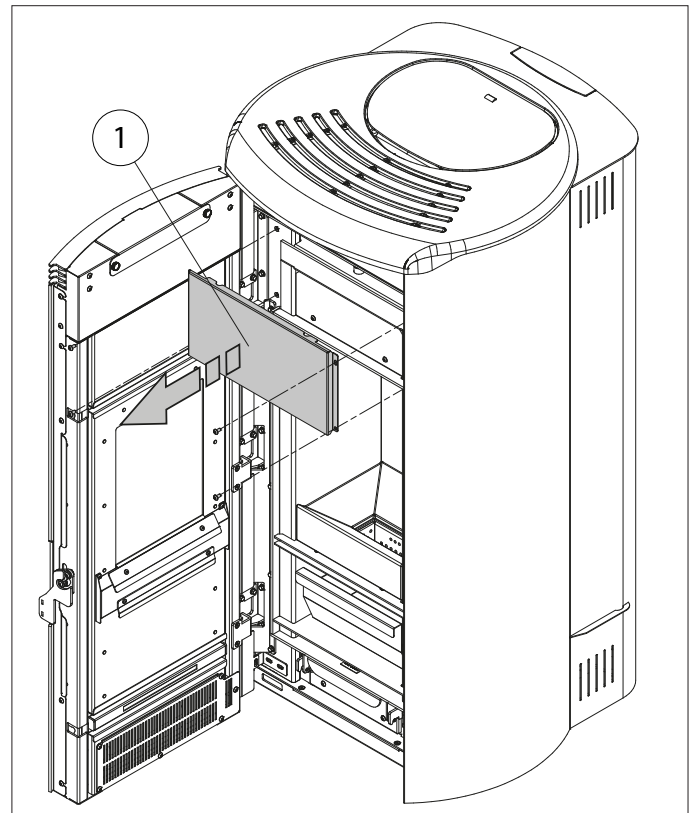

Abb. 6.3a
- Die Tür öffnen, die Befestigungsschrauben der Frontplatte (1) lösen und sie entfernen (**Abb. 6.3a**), um auf das Entlüftungsventil zuzugreifen.